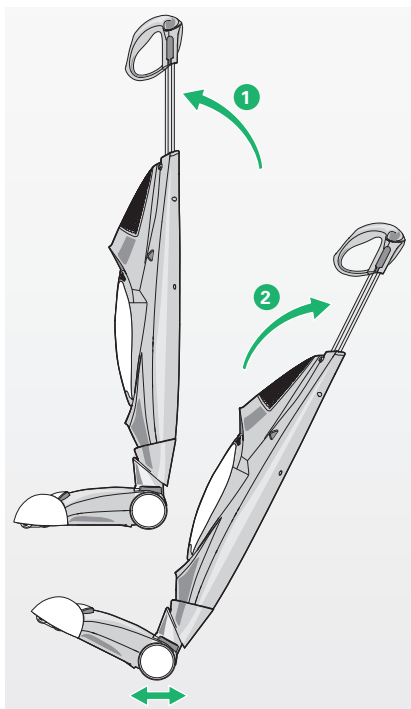

Bild 2.2 Parkposition
- Kippen Sie dafür das Gerät in der Parkposition nach hinten (2, Bild 2.2), so dass es auf den Rollen steht.